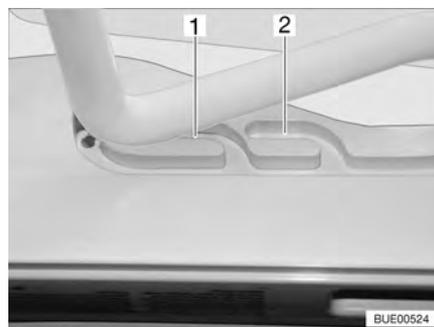
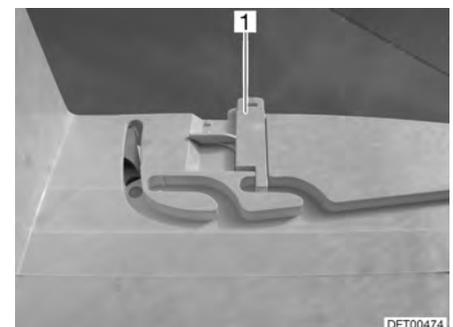

Fig. 75 Lanterneau Heki en position de ventilation
Fig. 76 Verrouillage position de ventilation
Il est possible d'amener le lanterneau Heki en deux positions de ventilation : Position pour mauvais temps (Fig. 75,1) et position intermédiaire (Fig. 75,2). Suivant le modèle, il est possible de verrouiller le lanterneau en position intermédiaire avec le verrou (Fig. 76,1).
- Pousser légèrement l'étrier vers le haut, le pousser dans la glissière choisie (Fig. 75,1 ou 2) et le verrouiller si nécessaire.